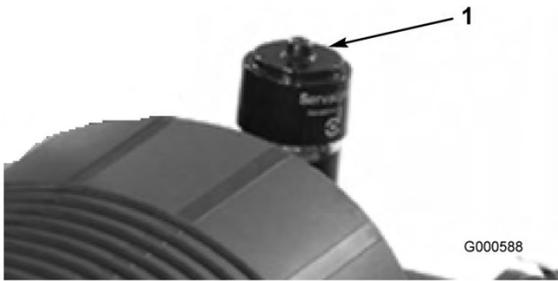

Figura 31
Revise el filtro del limpiador de aire únicamente cuando el indicador de mantenimiento (Figura 31) lo requiera. El cambiar el filtro antes de que sea necesario sólo aumenta la posibilidad de que entre suciedad en el motor al retirar el filtro.
6. Reinicie el indicador (Figura 31) si se ve rojo.